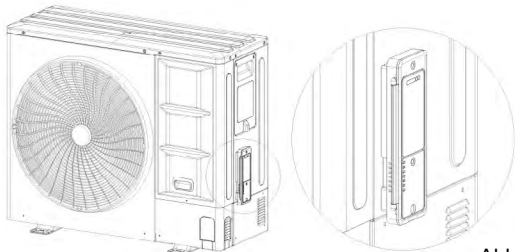

Abb.5.1
- Die Installation des Bluetooth-Moduls ist abgeschlossen. Bringen Sie die rechte vordere Seitenwand wieder an. Abbildung 5.1 zeigt, wie das Modul nach Abschluss der Installation aussehen sollte.